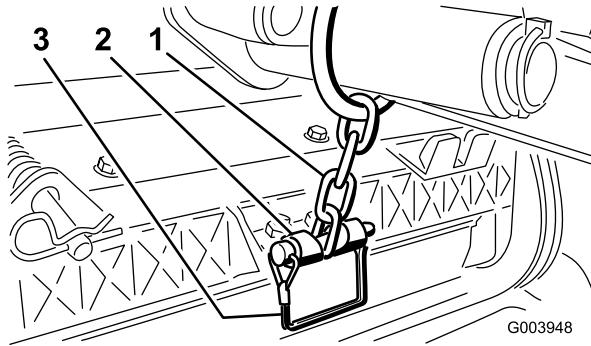

Figure 19
13. Fixez la chaîne du bras de relevage au support de la chaîne avec la goupille à fermoir (Figure 19). Utilisez le nombre de maillons mentionné dans le *Manuel de l'utilisateur* du plateau de coupe.